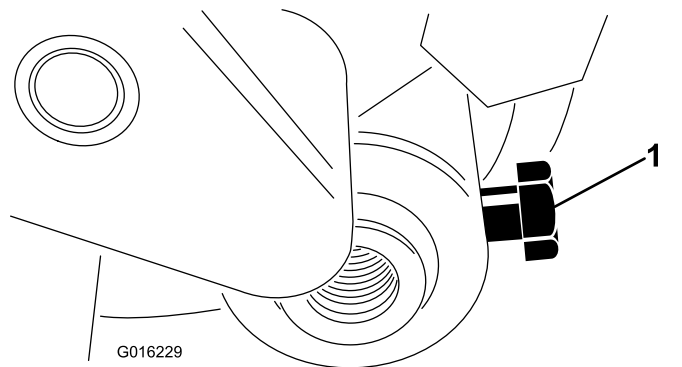

Рисунок 31
3. Отпустите болт крепления валика к рычагу высоты скашивания (Рисунок 31).